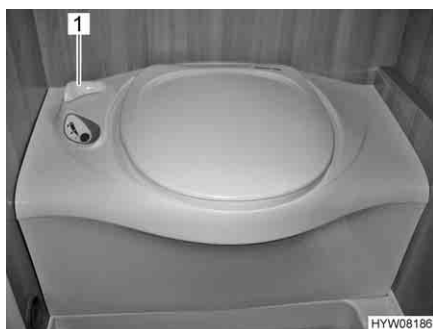

Fig. 113 Toilette Thetford
- Prima di tirare l'acqua, aprire il cursore della toilette Thetford. A tal fine ruotare la leva del cursore (Fig. 113,1) in senso antiorario.
- Dopo aver tirato l'acqua chiudere il cursore. Ruotare la leva del cursore (Fig. 113,1) in senso orario.